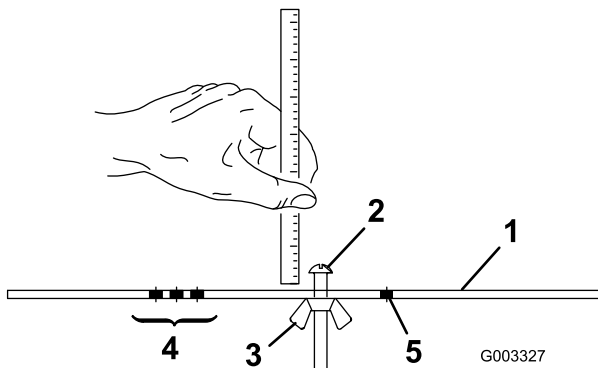

Bild 16
2. Lösen Sie die Mutter an der Messlehre (Bild 16) und stellen Sie die Einstellschraube auf die gewünschte Schnitthöhe ein.